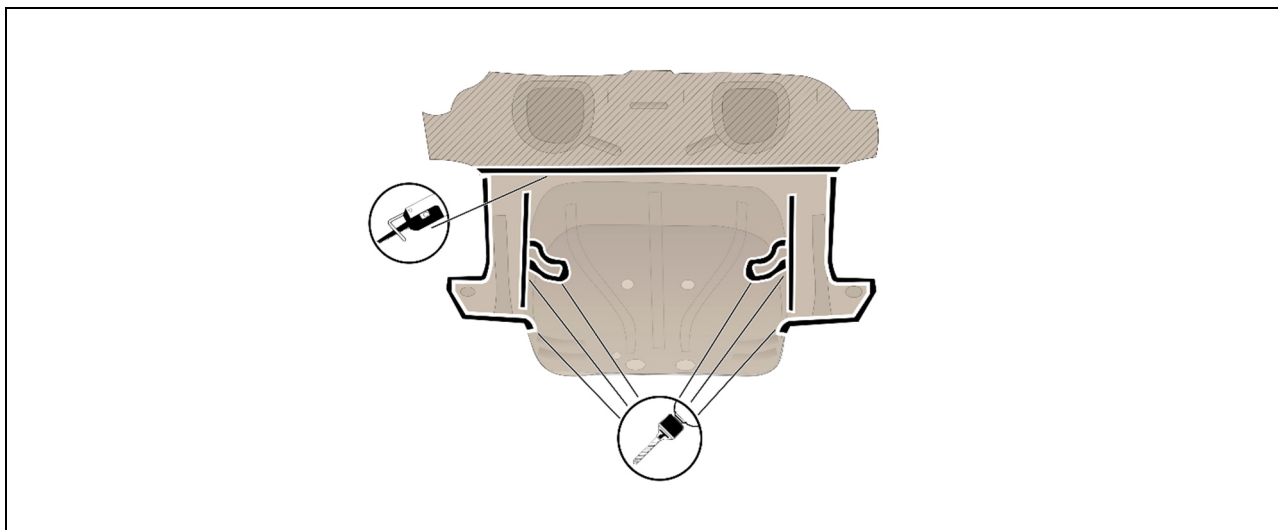

Bild 3: Bildbeschreibung
- Übertragen Sie die Trennschnitte auf das Neuteil und schneiden  Sie es zu (Bild 3).
- Bohren Sie die Löcher  ($\varnothing 8 \text{ mm}$) für die SG-Lochnaht an den angegebenen Stellen (Bild 3).